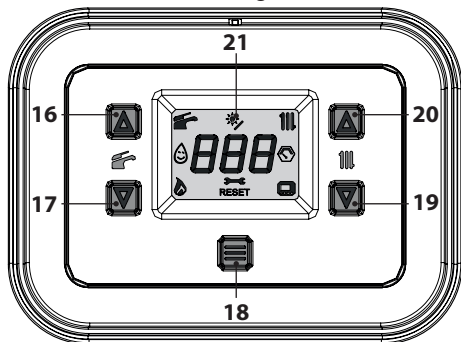
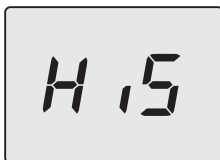

Figura 5.24
Figura 5.25
- Entrare in "modalità programmazione" premendo contemporaneamente per 5 secondi i tasti 17 e 19 (Figura 5.24) fino a far apparire sul display LCD le lettere **HIS** che indicano il menu "Storico delle caldaia" (Figura 5.25).
- Premere per 1 sec. il tasto 18 (Figura 5.24) per entrare nel parametro selezionato. Il display visualizzerà quanto segue (Figura 5.28).
- Premendo il tasto 18 (Figura 5.24) si ottiene la conferma del valore inserito. Il display visualizzerà per 5 sec. quanto segue (Figura 5.30) poi, si porterà al livello superiore.
- Premendo contemporaneamente i tasti 17 e 19 (Figura 5.24) si esce senza modificare il valore (ritorno al livello precedente).
- tenere premuti contemporaneamente i tasti 17 e 19 per 5 sec. (Figura 5.24) (ritorno al livello precedente).